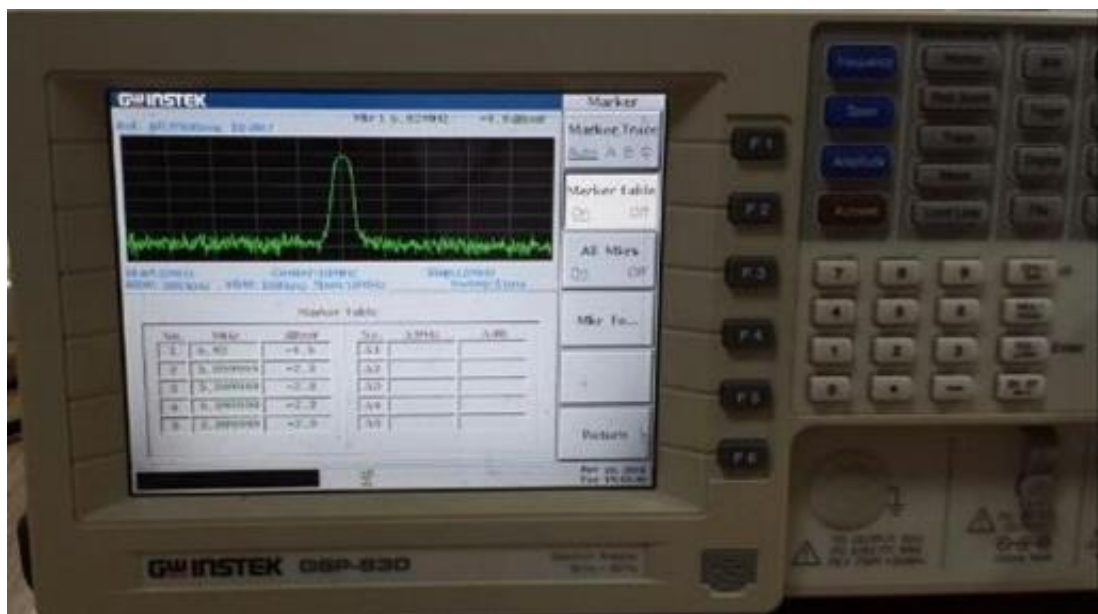

ILUSTRACIÓN 5
- Luego de poner la opción **MAKER** podemos visualizar en el LCD que nos sale un cuadro donde se puede ver el valor de la frecuencia y de la amplitud en distintos puntos, donde se puede notar que hay números en el mismo espectro (**ILUSTRACION.5**)